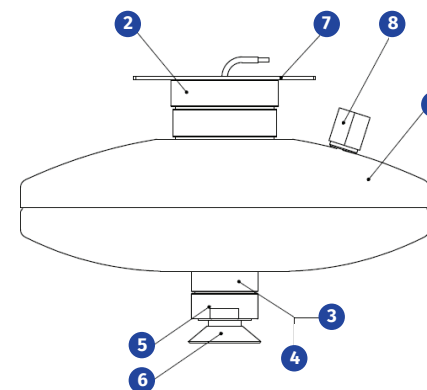

Рисунок 1
- открутить предохранительный клапан (поз. 8, рисунок 1) на штуцере ПК. Слить раствор ОТВ прикрутить предохранительный клапан;
- ✗ ставить модуль на стакан (рис.1, поз.5);
5.2.3 Открутить предохранительный клапан (поз. 8, рисунок 1) на штуцере ПК.